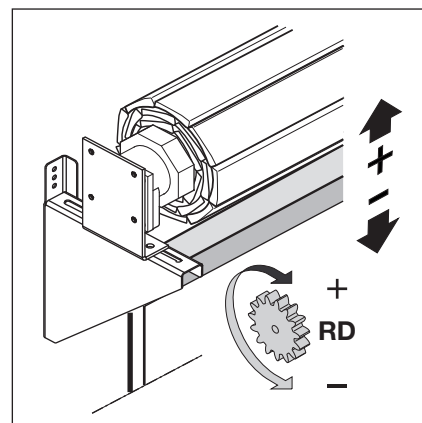

Рис. 6-37: Винт с рифленой головкой для конечного положения *Ворота Откр.*
2. В режиме Totmann произведите движение ворот в направлении *Ворота Откр./Ворота Закр.* и поворачивайте красный винт с рифленой головкой (RD) в направлении + или -, пока привод не отключится. Таким образом будет задано конечное положение *Ворота Откр.* (см. рис. 6-37).